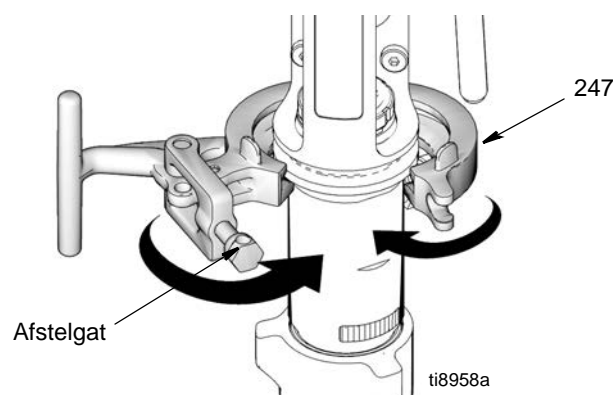

FIG. 22
3. (Afb. 22) Sluit de klem (247) om de pomp (111) en druk hem dicht.